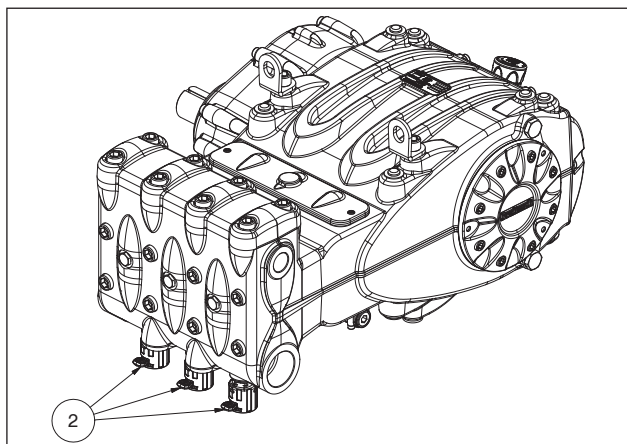
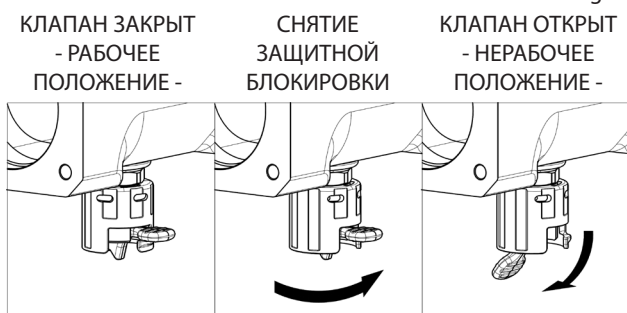

Fig. 9
Fig. 10
В случае длительного хранения или простоя необходимо восстановить правильную работу всасывающих клапанов путем открытия трех кулачков подъема клапана (см. поз. ② Fig. 9). Перед следующим запуском насоса проверьте, закрыты ли клапаны. Рабочее и нерабочее положение см. на Fig. 10.